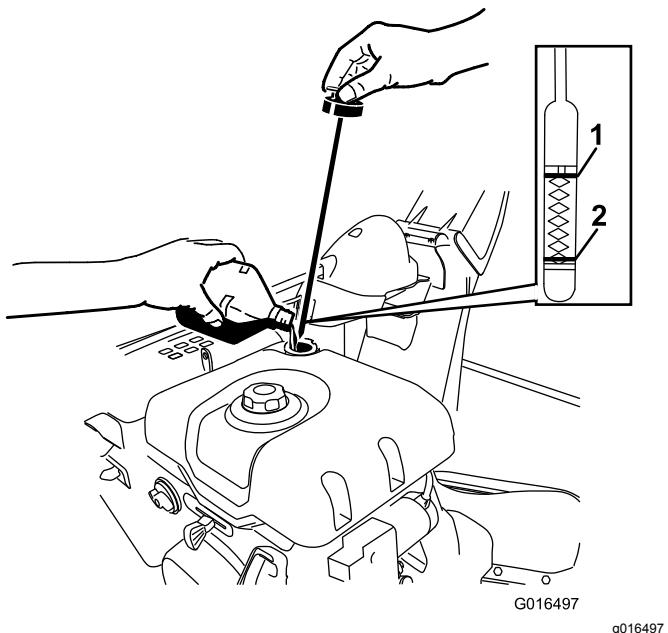

Figura 41
2. Rimuovete l'asta e controllate il livello dell'olio (**Figura 41**). Se l'olio non raggiunge la tacca Add, occorre rabboccare. Vedere **Controllo del livello dell'olio motore (pagina 22)**.